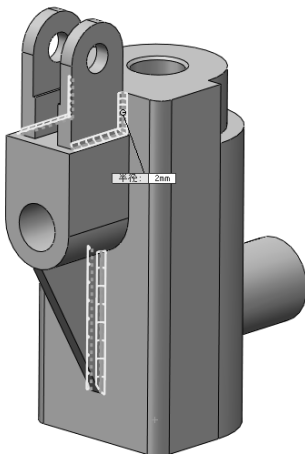
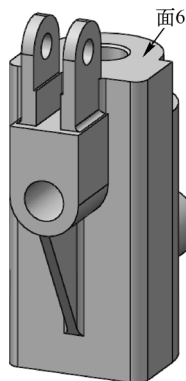

图 12-94 选择圆角边
图 12-95 创建圆角
**03** 圆角。单击“特征”控制面板中的“圆角”按钮，此时系统弹出“圆角”属性管理器。选择图 12-94 所示的边为圆角边，输入圆角半径为 2mm，然后单击属性管理器中的“确定”按钮，结果如图 12-95 所示。
**01** 绘制草图。在视图选择图 12-95 所示的面 6 作为绘制图形的基准面。单击“草图”控制面板中的“转换实体引用”按钮，将内孔边线转换为图素。